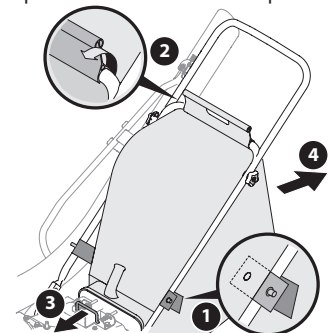

Figura 10
2. Suelte el broche de la bolsa a presión de la parte superior de la manija inferior. Vea la Figura 10.